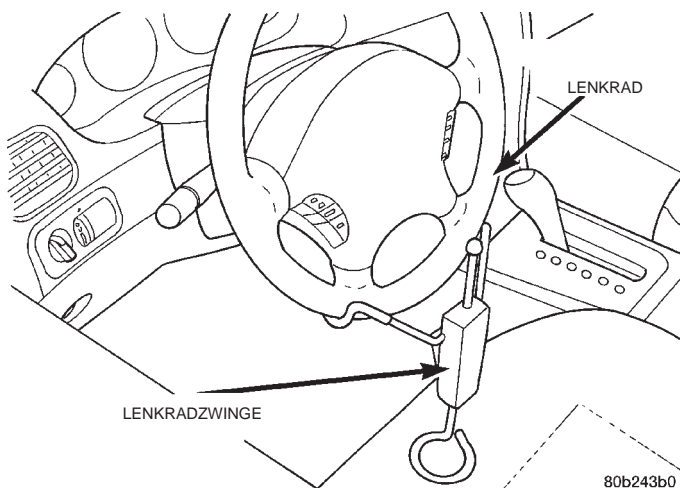

Abb. 7 Fixiertes Lenkrad—Typisch
(9) Lenkrad mit einer Lenkradzwinde fixieren (Abb. 7).
ACHTUNG! Bevor die Lenksäulenkupplung auseinandergebaut wird, muss das Lenkrad unbedingt in Geradeausstellung fixiert werden (Abb. 7). Andernfalls könnte es sich nach dem Auseinanderbauen der Lenksäulenkupplung drehen und die Kontaktspeule beschädigen. Diese müsste dann ausgetauscht werden.